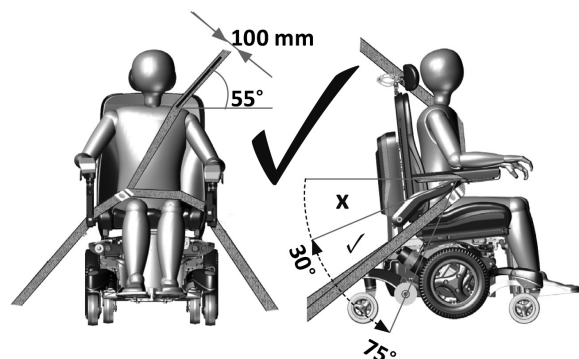
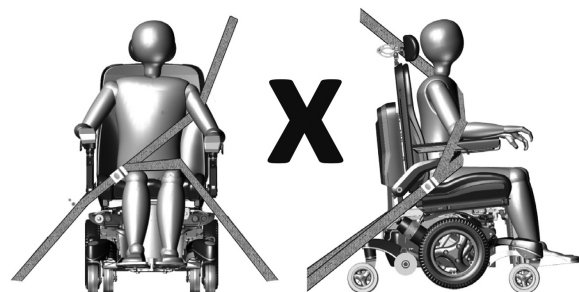

Figura 5.5 - Posicionamento correto do sistema de retenção de três pontos
Figura 5.6 - Posicionamento incorreto do sistema de retenção de três pontos para o ocupante
- Um cinto pélvico deve ser posicionado à frente da pélvis, em baixo, de modo a que o ângulo de retenção do cinto pélvico seja entre 30° a 75° relativo à horizontal (Figura 5.5).
- É desejável um ângulo mais acentuado (maior) na zona preferencial (Figura 5.5).
- O cinto de segurança da parte superior do tronco deve ser colocado sobre o ombro e à volta do peito, como ilustrado (Figura 5.5). Não instale o cinto de segurança como ilustrado na Figura 5.6